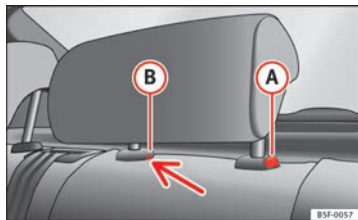

Fig. 74 Apoyacabezas trasero central: punto de desbloqueo
- Para ajustar el apoyacabezas a una altura menor, pulse la tecla **(A)** ⇒ fig. 74 y desplácelo hacia abajo.
- Pulse la tecla **(A)** ⇒ fig. 74 y saque al mismo tiempo el apoyacabezas del respaldo ⇒ ⚠.